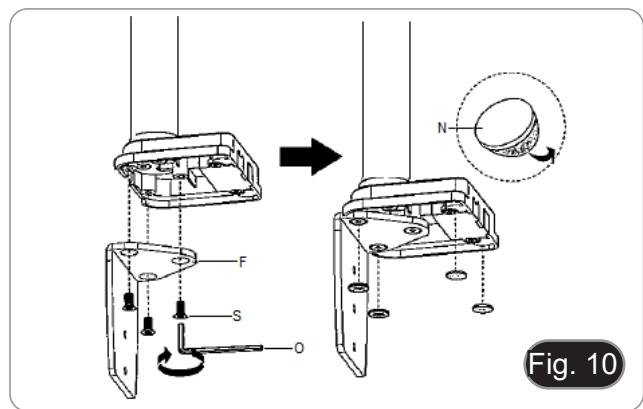

Fig. 10
2. Befestigen Sie den Klemmhalter (F) mit den drei Schrauben (S) an der Tischklemme (C). (Fig. 10)
3. Kleben Sie die Gummidämpfer (N) auf die Tischklemme.